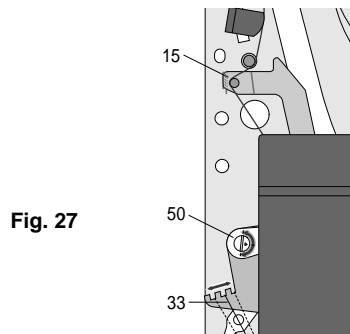

Fig. 27
- Ajuster le réglage de la bande de freinage (Pos. 50) de telle sorte que le levier (Pos. 15) atteigne justement le marquage sur le support de la mécanique (Fig. 27).
- Ajuster la force de freinage du plateau porte-bobine gauche à 3,6...5,2mNm (36,5...52gcm) en déplaçant la position d'accrochage du ressort (Pos. 33, Fig. 27).